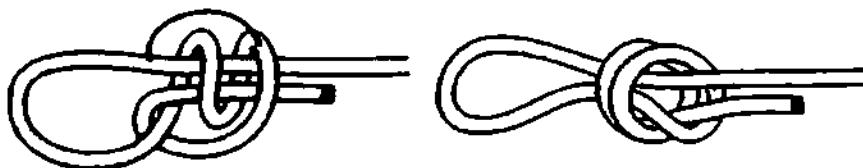

Рис. 366. Гиреевый узел – это не расправлённый браконьерский узел.
**Браконьерский узел.** как и **кровавый узел**, имеет две формы. Узел, завязанный второй формой, имеет собственное название – **гиреевый узел** (рис. 366). **Браконьерский узел** – надёжный и крепкий, **гиреевый узел** – слабый и опасный. **Гиреевый узел** не стабилен при чрезмерной нагрузке, он ползёт, ходовой конец может выскользнуть и узел развязаться.